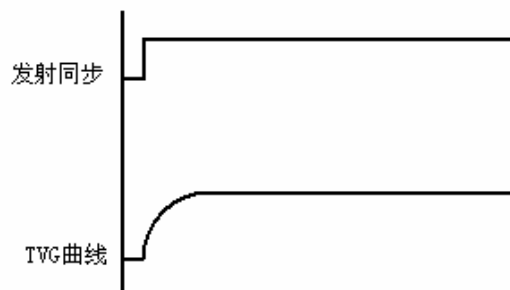
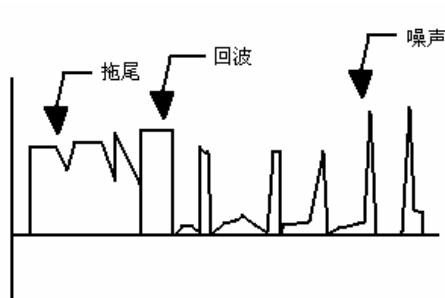

图 40
图 41
4) 用示波器观察 TVC 曲线，调节接收板上的电位器 RP301,RP302，使起点电压为 5V，时控 15ms，如图 40 所示（5V/div，t=10ms）。回波波形如图 41 所示。示波器看好回波，将手动增益逐档减小，直到回波满足图 42 为止，如增益下调至 0 档，而拖尾依然很大，则这时要调节收发板上增益电位器 RP300，逆时针调，将总增益调小，直至回波波形接近图 42 为止。实际中的回波幅度变化较大，只要 50%以上能大于 6V 即可。将仪表箱断一下电，十秒钟后再送电，仪器即能显示正常。